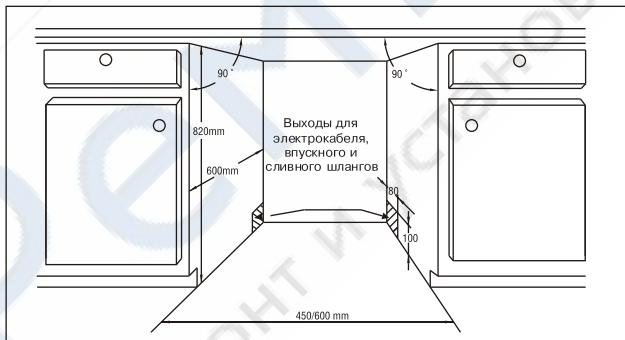

Рис. 1. Размеры и общий вид ниши для установки машины (все размеры в мм).
1. Определите место, удобное для обеспечения подвода и стока воды для того, чтобы произвести установку выпускного и сливного шлангов (рис. 1).